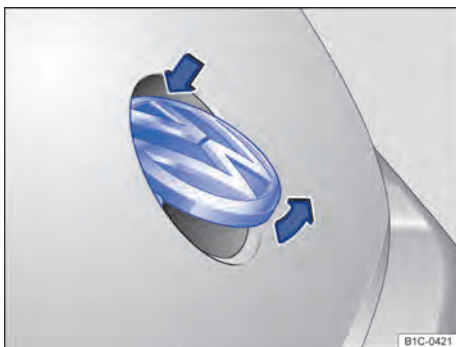

Fig. 31 Abrir a tampa traseira por fora.
- Com o polegar, pressionar a parte superior do logo Volkswagen ⇒ Fig. 31 e rebatê-lo para fora por baixo. Tocar com a mão embaixo do logo e levantar a tampa traseira.